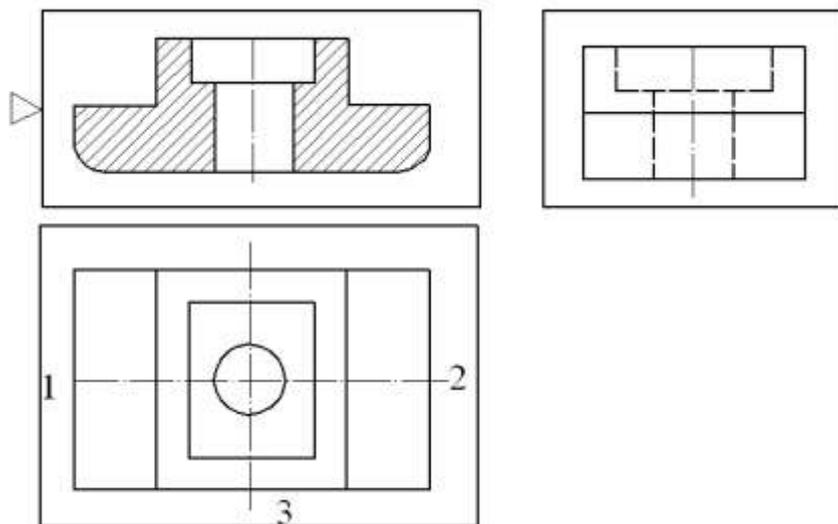

Рис. 108
5. Получить на чертеже необходимые графические изображения по созданной пространственной модели (рис. 108).
- Выбери объекты (Select object): в ответ на последовательность запросов указывать рамки всех видов, представленных на рис. 108.